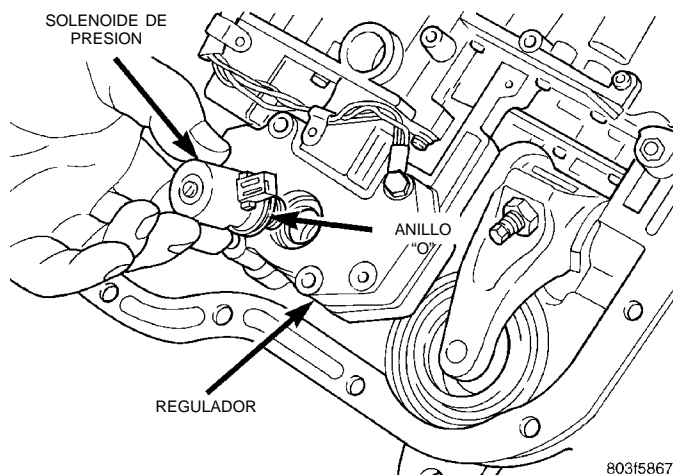

Fig. 47 Solenoide de presión del regulador
- (7) Retire el solenoide de presión del regulador. Extráigalo en línea recta por el hueco en el cuerpo del regulador (Fig. 47). Retire y deseche los anillos "O" del solenoide si estuvieran desgastados, cortados o rasgados.